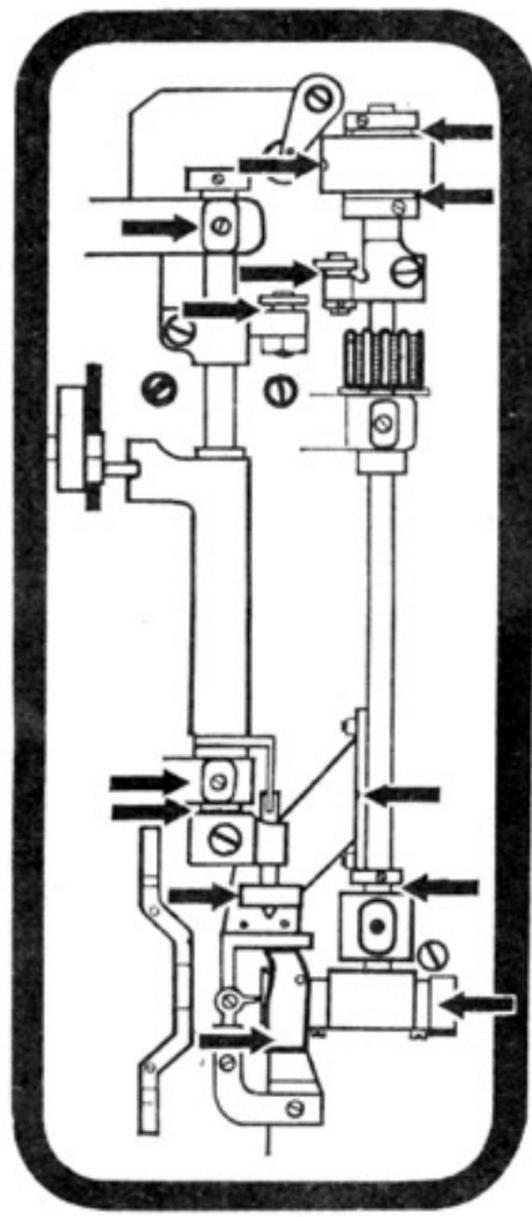

Рис. 36
**23. Уход за машиной (рис. 36 и 37)**
Перед началом пользования машиной необходимо смазать ее соответственно стрелкам на рис. 36 и 37.